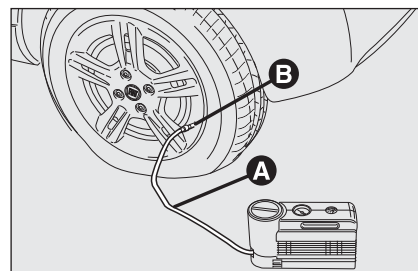

fig. 9
- ☐ **Accione el freno de mano.** Afloje el capuchón de la válvula del neumático, saque el tubo flexible de llenado **A**-fig. 9 y enrosque la tuerca **B** en la válvula del neumático;